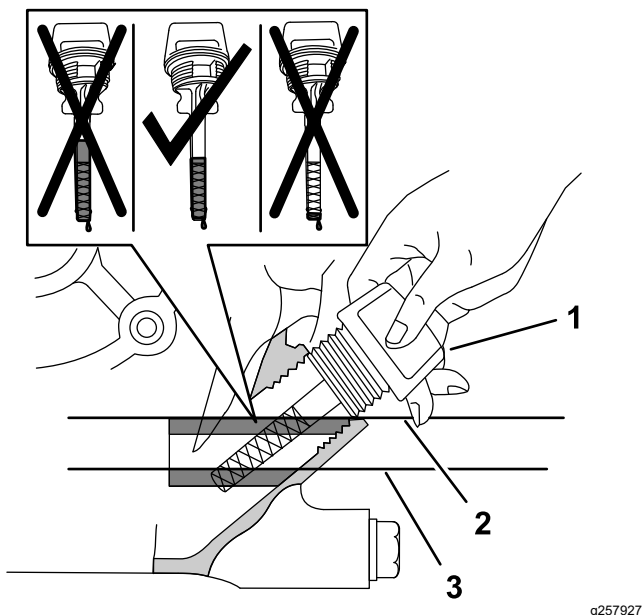

Figure 65
5. Insérez la jauge dans le moteur, comme montré à la Figure 65.
6. Sortez la jauge du goulot de remplissage et vérifiez le niveau indiqué (Figure 65).
**Remarque:** Le niveau d'huile moteur doit recouvrir la zone hachurée sur la jauge (Figure 65).